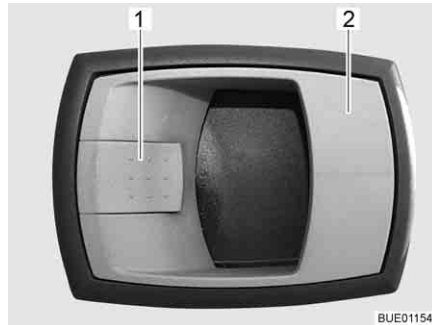

Bild 32 Dörrlås ingångsdörr, insida
- Öppna:** ■ Drag i handtaget (Bild 32,2). Dörrlåset låses upp.
- Låsa:** ■ Tryck på låsspaken (Bild 32,1).